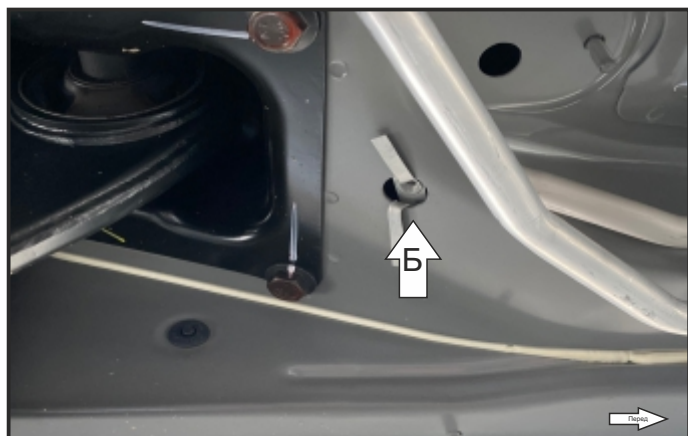

Рис. 8
3. Установить закладные M8 в местах, где были извлечены заглушки, и в позиции (Б). (Рис.7,Рис.8).